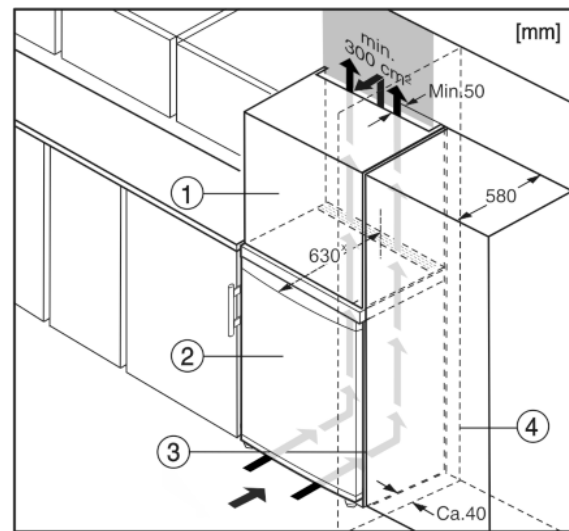

Fig. 5
- (1) Opbouwkast
- (2) Apparaat
- (3) Keukenkast
- (4) Wand
Het apparaat kan in keukenkasten worden ingebouwd. Om het apparaat Fig. 5 (2) aan de hoogte van het keukenblok aan te passen, kan boven het apparaat een opzetkast Fig. 5 (1) worden aangebracht.
Bij een ombouw met keukenkasten (diepte max. 580 mm) kan het apparaat direct naast de keukenkast *Fig. 5 (3)* worden geplaatst. Het apparaat steekt aan de zijkant 34 mm x en in het midden 50 mm x uit ten opzichte van het keukenkastfront.
Plaats u het apparaat met de scharnierkant naast een muur *Fig. 5 (4)*, dan moet de afstand tussen apparaat en muur minstens 40 mm bedragen. Dit in verband met het uitsteken van de deurgreep bij een geopende deur.